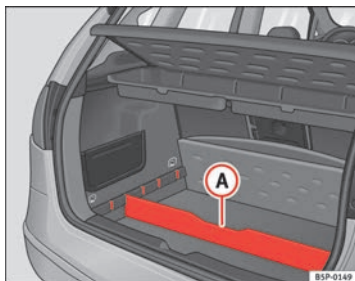

Fig. 106 Séparateur du plancher du coffre à bagages
- Placez le séparateur (A) ⇒ fig. 106, dans les rainures latérales en fonction de la taille des objets à transporter. Vous trouverez sous les rangements les outils de bord et la roue de secours.